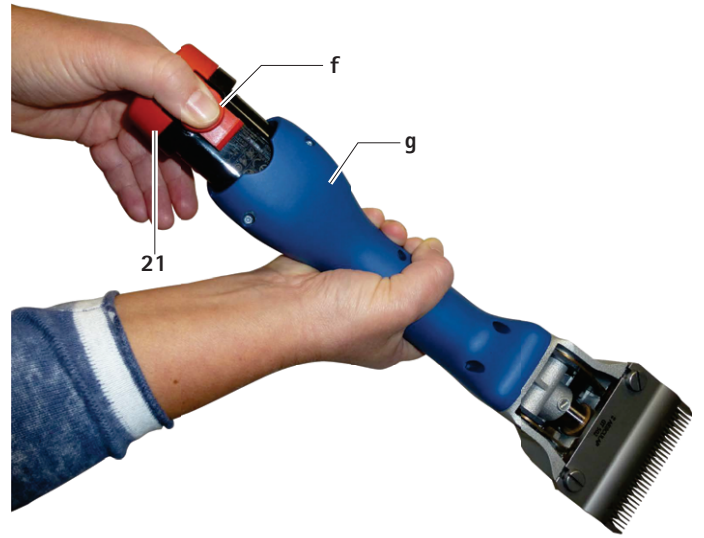

図 1
- ▶ 充電式ヘアカッター g のカッターヘッドごと下へ向けて持ち、リチウムイオンバッテリー 21 が緩めるとき落ちないようにします参照先 図 1。